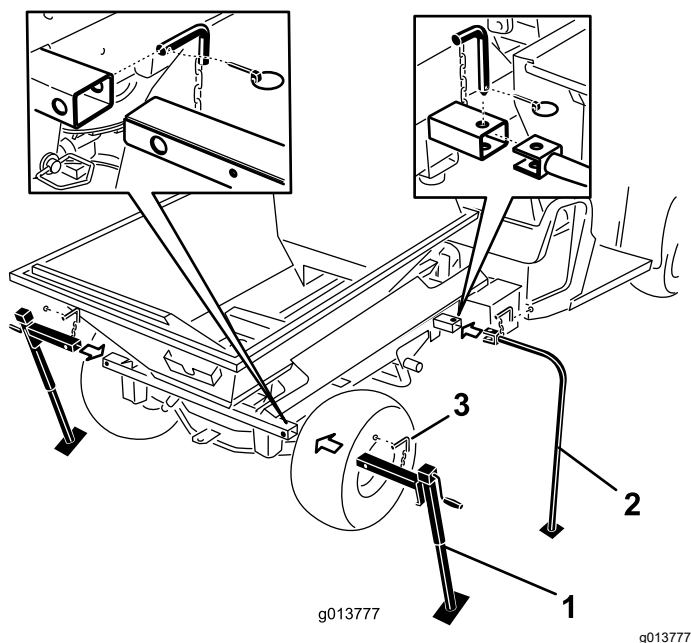

Figura 51
7. Introducei picioarele de depozitare față i cricurile spate în tuburile mainii i fixai-le cu tifturile de blocare (Figura 51).